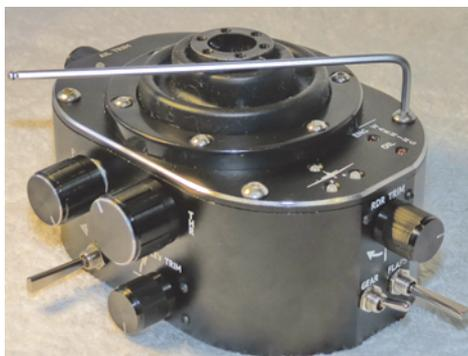

Рис. 2.2.
2. Шестигранником, входящим в комплект поставки, отверните четыре винта, крепящих верхнюю крышку к корпусу (рис. 2.2).